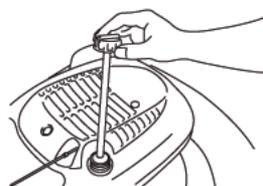

Figura 25
1. Retire la varilla (Figura 25)